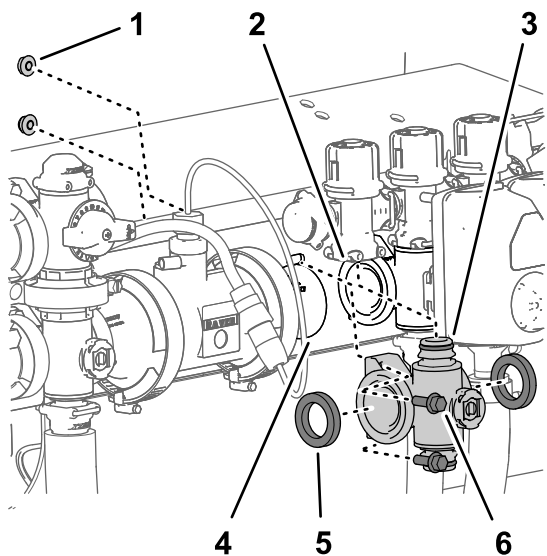
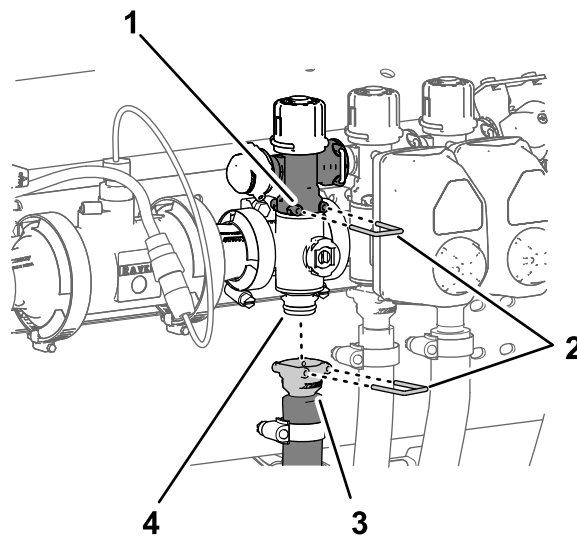

Рисунок 117
Рисунок 118
1. Совместите 2 прокладки, снятые при выполнении действий, описанных в разделе Демонтаж коллекторного клапана секции \(страница 92\), с фланцами коллектора клапана секции (Рисунок 117).
- Совместите фланец коллектора клапана секции с фланцами другого клапана секции (клапанов секций) и/или переходного соединителя (Рисунок 117).
- Вставьте быстроразъемный штуцер коллектора клапана секции в быстроразъемное гнездо перепускного клапана секции и зафиксируйте с помощью штифта быстроразъемного соединения (Рисунок 117 и Рисунок 118).
опору клапана (Рисунок 117) с помощью 2 болтов с фланцем (1/4 x 3/4 дюйма) и 2 фланцевых контргайк (1/4 дюйма), снятых при выполнении действий, описанных в разделе Демонтаж коллекторного клапана секции (страница 92).
8. Установите быстроразъемный соединитель шланга секции на быстроразъемный штуцер коллектора клапана секции и зафиксируйте при помощи штифта быстроразъемного соединения (Рисунок 118).